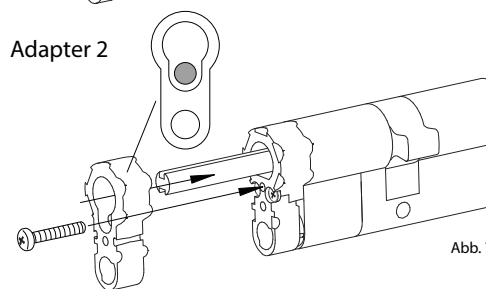

Abb. 7
- 54 - 59 mm = Adapter 1 und 2 benötigt (Abb. 7)